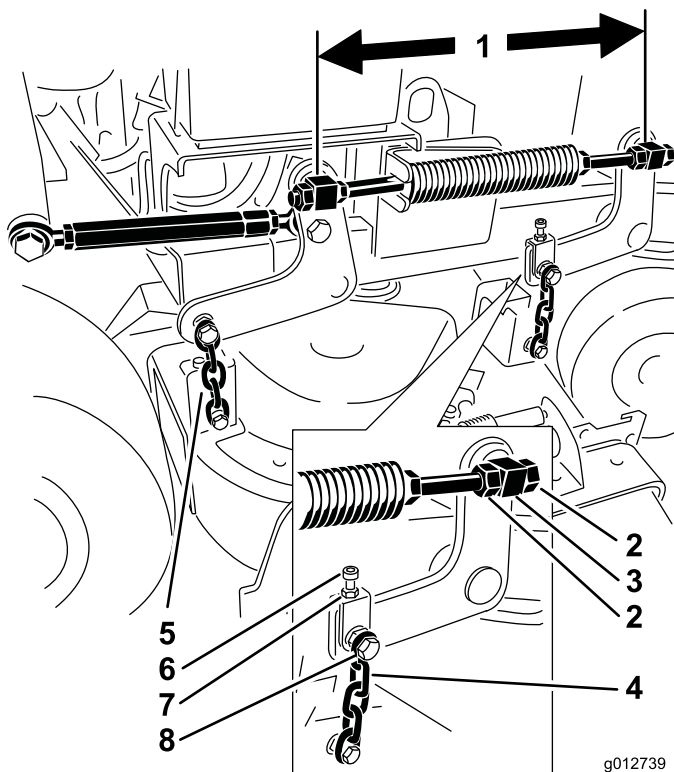

Figura 84
6. Verifique a distância entre as articulações, meça no centro das articulações (comprimento centro a centro) na barra roscada. Este comprimento tem de ser de 49,5 cm para plataformas de cortadores de 91 cm e 43,7 cm para cortadores de 102 cm (Figura 84).
9. Utilize as porcas de bloqueio na articulação da frente para ajustar o comprimento entre as articulações frontais e traseiras nesse lado (Figura 84).
11. Utilize o parafuso de ajuste para obter tensão igual em ambas as correntes frontais (Figura 84).
5. Desaperte a porca no parafuso da corrente superior e a porca de bloqueio no parafuso de ajuste (Figura 84).
6. Utilize o parafuso de ajuste para obter 6 a 10 mm inferior na parte da frente em **A** do que na traseira em **B** (Figura 84).